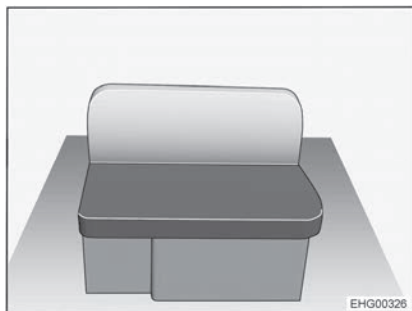

Fig. 22 Divano, destra
- Rimuovere il cuscino del divano e quello dello schienale dal divano (Fig. 22).